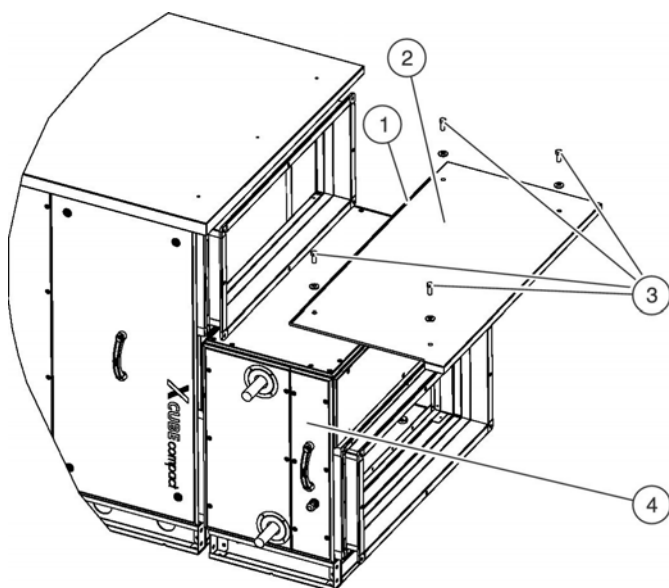

Fig. 22: Toiture
1. ► Fixer le joint (Voir la Fig. 22/1) entre la toiture (Voir la Fig. 22/2) et le module à accessoire (Voir la Fig. 22/4).
2. ► Visser la toiture (Voir la Fig. 22/2) du module à accessoire (Voir la Fig. 22/4) sur le module à accessoire (Voir la Fig. 22/4) à l'aide des quatre vis (Voir la Fig. 22/3).